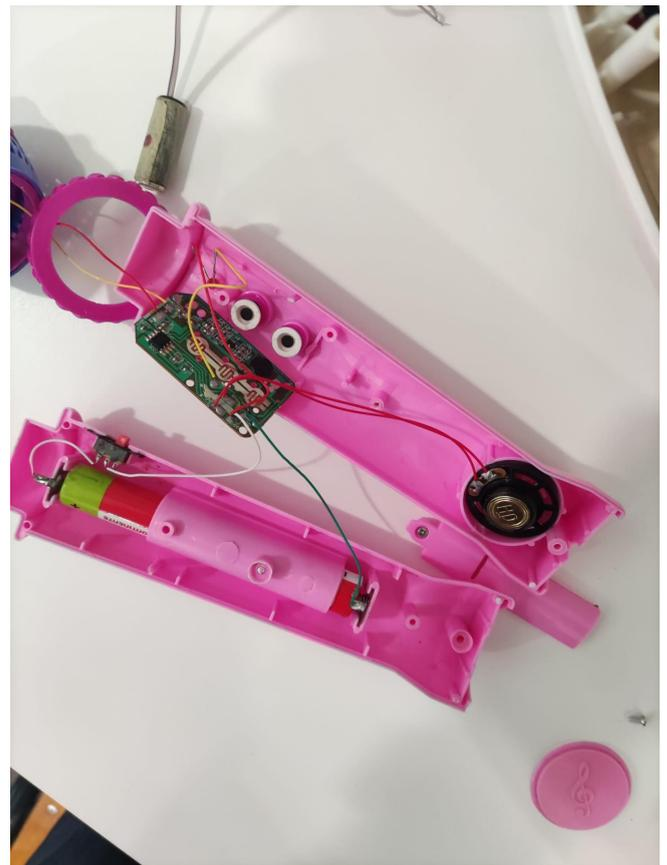

figura 2 - Foto interior do brinquedo + placa
- Verificou-se que havia 3 contatos na placa pcb do brinquedo, em que dois deles faziam contato com os dois botões, e o terceiro se encontrava livre (é o contato mais acima na figura 2), soldando um fio na parte exterior de cada garfo.